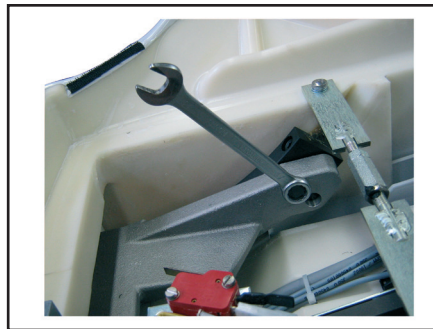

Abb.: 4
- M6 Kontermuttern auf beiden Seiten des Führungsschlittens lockern (**Abb.: 4**)